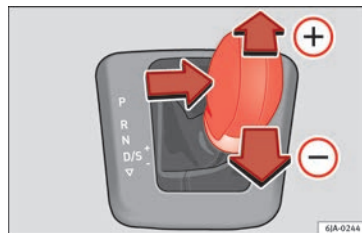

Fig. 179 Palanca selectora: Tiptronic.
- Empuje suavemente la palanca selectora hacia delante **(+) » fig. 179.**
- Empuje suavemente la palanca selectora hacia atrás **(-) » fig. 179.**